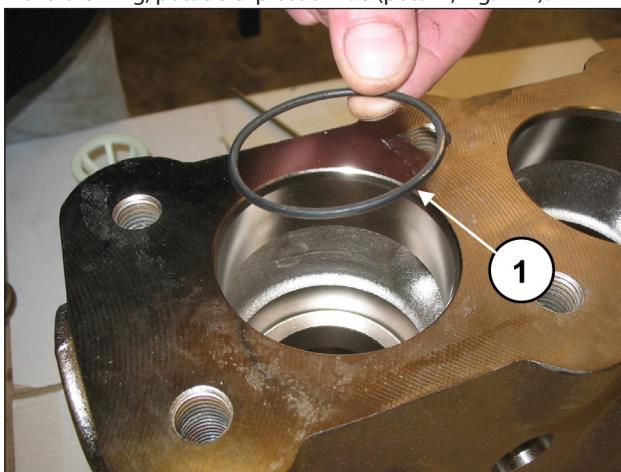

Fig. 114
Insira o O-ring, pos. de explosão nº. 6 (pos. ①, Fig. 114).